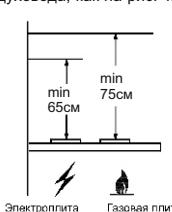

рис. 1
1.2 Вытяжку устанавливают над плитой, как показано на рис. 1.
4.7 Устанавливайте кухонную вытяжку над плитой в соответствии с рис. 1.
- при установке кухонной вытяжки соблюдайте указания п. 1.2 (рис.1);